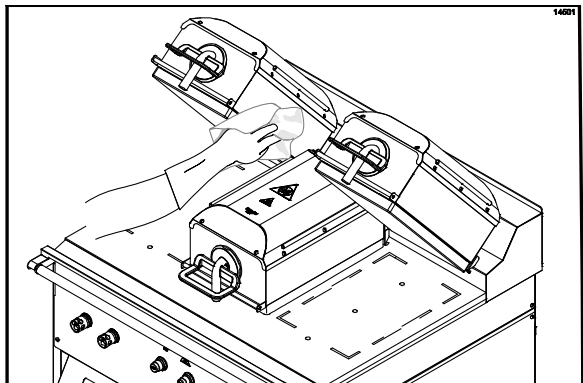

Figura 104
34. Enxágue as bordas internas dos platen direito e esquerdo com um pano limpo apropriado para o grill e umedecido com sanitizante. (Veja a Figura 104.)